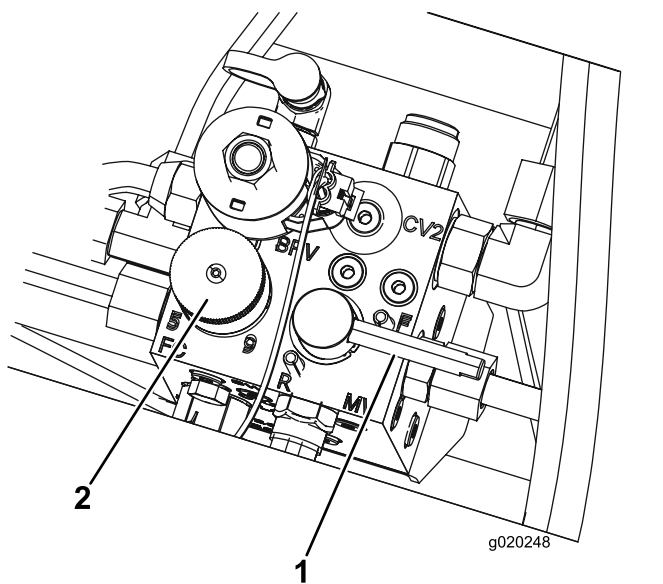

Bild 85
5. Stellen Sie das Bedienelement für die Spindeldrehzahl auf die Stellung 1 (**Bild 85**).
6. Drehen Sie den Lapphebel in die R-Stellung (**Bild 85**).